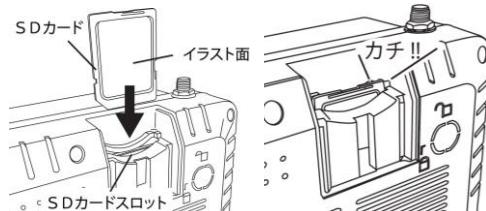
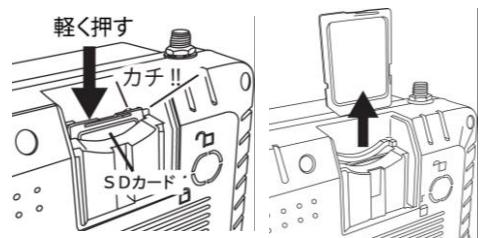

図3
図4
②SDカードのイラスト面の向きを確認し、SDカードスロットに“カチ”と音がするまで差し込んでください(図3参考)。
③SDカード挿入後に、SDカードスロットカバーを再度取り付けしてください。
④取り出す際は、SDカードスロットに挿入されているSDカードの上端を、“カチ”と音がするまで奥へ軽く押し込んでください。SDカードを取り出す事ができます(図4参考)。